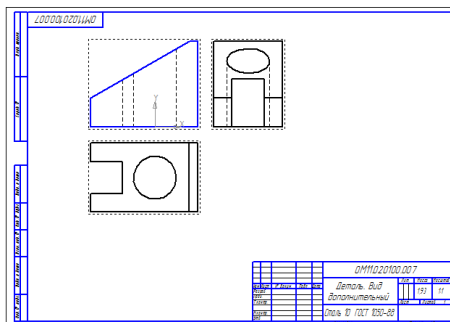

Рис. 6
3.2 Зафиксировать изображения щелчком мыши (см. рис. 6).